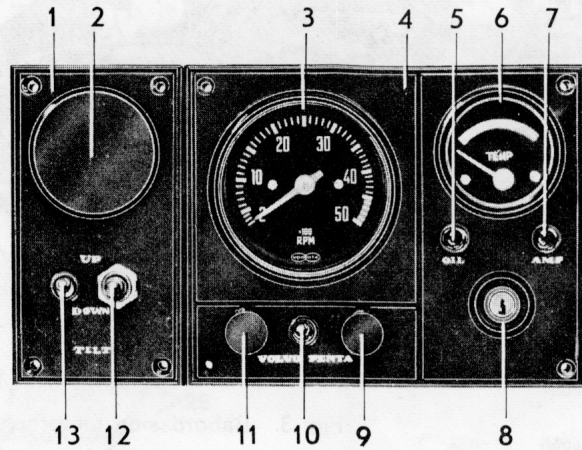

Fig. 5. Instrumenttavlor
För lyftens manöverströmbrytare (se fig. 5) till läge "up" tills varningslampan tändes och håll sedan strömbrytaren kvar ytterligare 2 till 4 sekunder. Härvid undvikes att propellern och utombordsdrevet skadas vid eventuell grundkänning.
6. Kontrollera att utombordsdrevet är nedfällt (se anvisning fig. 5).